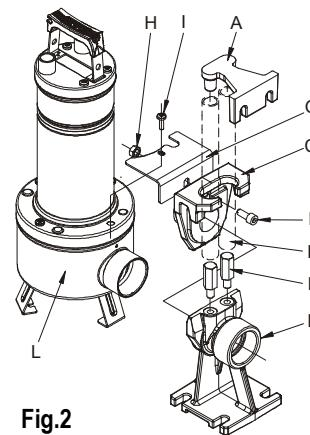

Fig.2
- 4.6 Raccordați conducta/ conducta flexibilă de refulare direct la gura de refulare a pompei. Dacă pompa este utilizată în instalații fixe, se recomandă conectarea acesteia la conducte prin intermediul unui raccord, pentru a facilita demontarea și reinstalarea acesteia. Dacă se utilizează o conductă flexibilă, este necesar să aplicați pe gura de refulare a pompei un raccord filetat cu garnitură. Aplicați pe filet un material corespunzător pentru a asigura o etansare eficientă (teflon sau alte materiale similare). În instalații fixe, se recomandă utilizarea dispozitivului de ridicare DSD2 (disponibil la cerere - **Fig.2**) pentru a usura operațiunile de întreținere asupra electropompei. Dacă dispozitivul de ridicare este montat între gura de refulare a electropompei și conductă, atunci nu mai este necesară demontarea conductei de refulare pentru efectuarea interventiilor de întreținere. Dispozitivul de ridicare DSD2, este alcătuit din 8 componente, plus unul nefurnizat (conductă de $\frac{3}{4}$ "):
Suportul de fixare al conductelor se va pozitiona in partea de sus a putului si se va introduce la capetele celor doua conducte de $\frac{3}{4}$ " (nefurnizate), care indeplinesc functia de sistem de culisare. Cele doua conducte realizeaza legatura intre sistemul de fixare si piciorul de sprijin. Pozitionati suportul de baza astfel incat sa fie in contact cu filtrul pompei in apropierea gurii de refulare, fixandu-l cu cele doua suruburi destinate pentru fixarea capacului filtrului. Indepartati surubul din partea superioara al flanselor pozitionata pe refulare (I). Montati suportul antrotire (G). Remontati surubul (I). Extrageți suportul culisant din piciorul de cuplare si conectati-l la gura de refulare al pompei. Fixati suportul culisant pe pompa cu ajutorul surubului (F) si a piulitei (H), conform indicatiilor din figura. Repozitionati suportul/pompa pe picior (Fig.2).